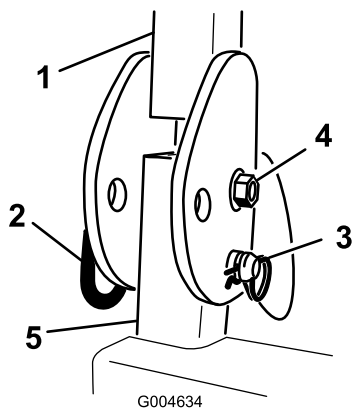

Рисунок 91
49. Установите болт, гайку, шпильку и штифт, которые крепят каждый узел ROPS к стойкам ROPS (Рисунок 91).